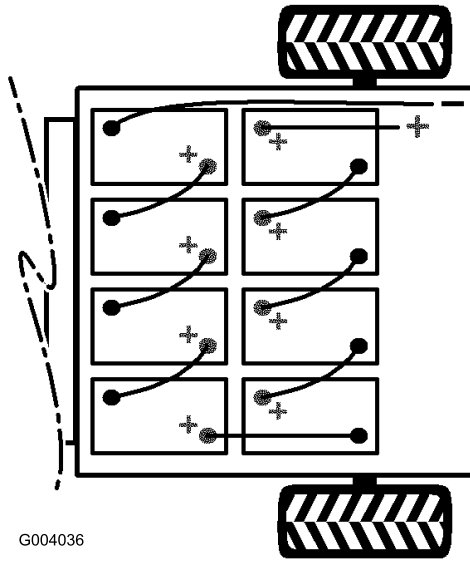

Figura 38
2. Scollegate il cavo negativo principale della batteria (nero) che collega la serie di batterie al punto di messa a terra della macchina (Figura 38).
3. Scollegate il cavo positivo principale della batteria (rosso) che collega la serie di batterie al fusibile principale della macchina (Figura 38).
Nota: Prestate attenzione alla polarità delle batterie quando montate le batterie nuove (Figura 38).
6. Collegare le batterie come mostrato in Figura 38 con i cavi interconnessi alle batterie rimossi al punto 1.
1. Collegare il cavo positivo principale (rosso) della batteria tra la serie di batterie e la macchina (Figura 38).
2. Collegare il cavo negativo principale (nero) della batteria tra la serie di batterie e la macchina (Figura 38).